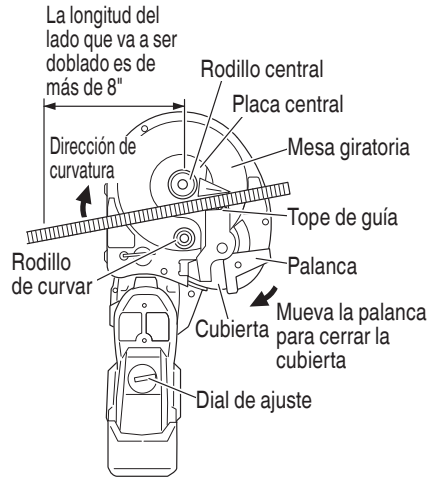

Fig. 47
- La longitud de curvatura mínima requerida es de 8" (200 mm). Si esta longitud de curvatura no es suficiente, la varilla podría desprenderse durante la operación de curvado, o partirse en fragmentos y esparcirse peligrosamente (Fig. 47)
- (7) Realice la configuración apropiadamente colocando la varilla contra el tope guía (Fig. 47).